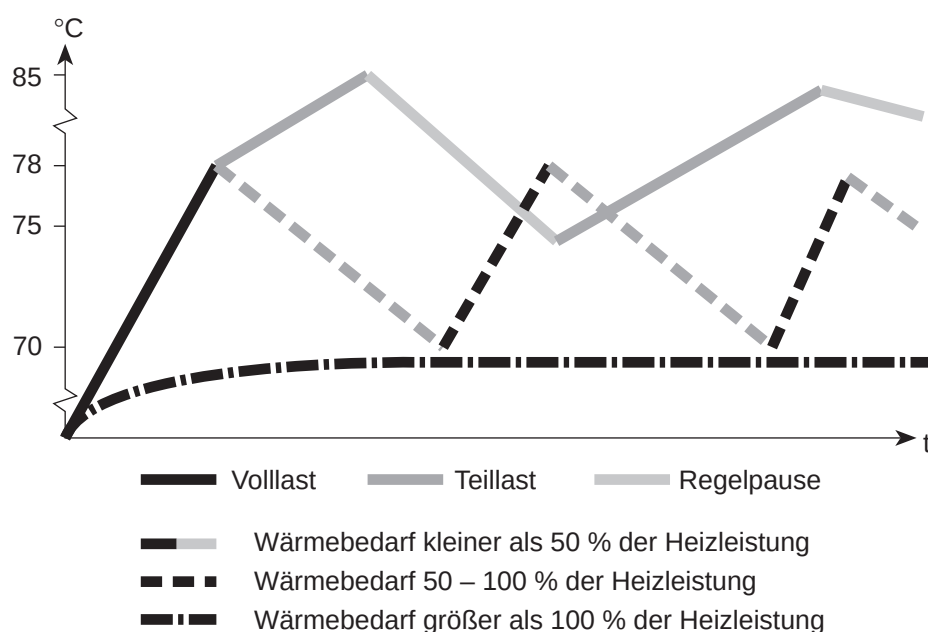

Abb. 301 Betriebszustände (Prinzipdarstellung)
3.4 Heizbetrieb (siehe Abb. 301)